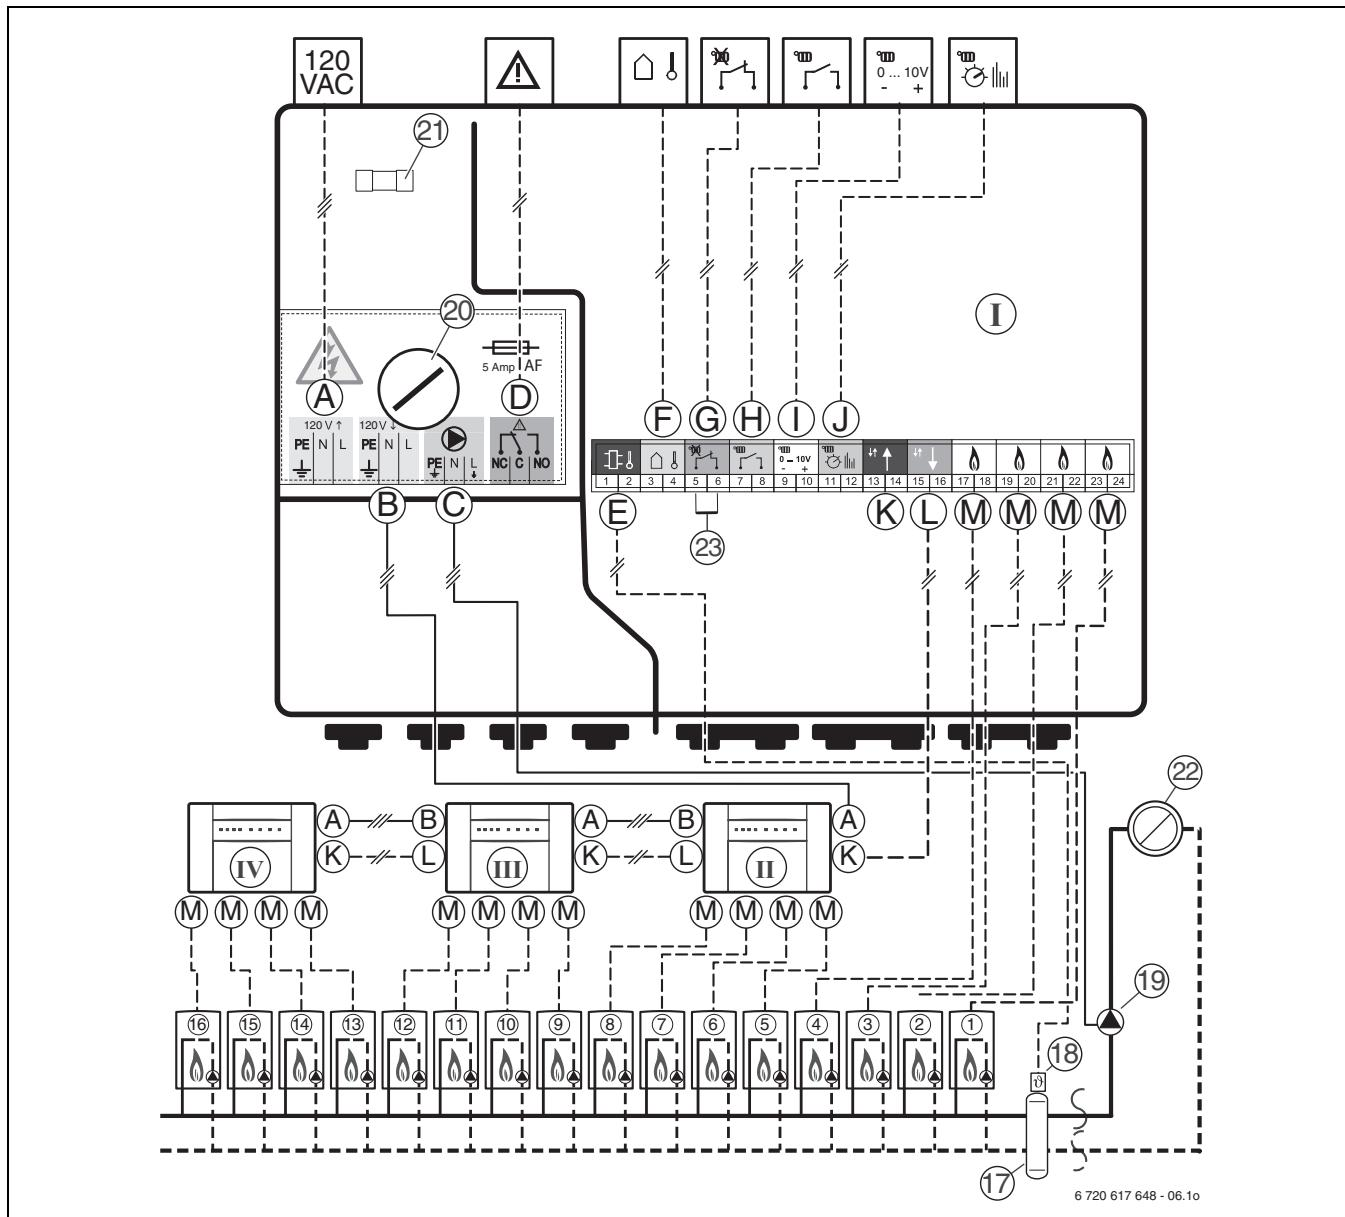

Fig. 6 Schéma de connexion
1) → fig. 6, page 29
Les modules ICM pilotent les chaudières en fonction des besoins calorifiques calculés par un thermostat. La demande de chaleur est communiquée à l'ICM de 4 manières différentes (→ fig. 6, bornes H, I ou J, page 29). Il existe 4 variantes de système possibles selon le thermostat utilisé (→ tabl. 6).
maximum (→ fig. 6, page 29). Un module ICM commande alors la cascade (ICM maître).
Le module ICM est équipé d'un contact de commutation externe (→ fig. 6, [G]). Pour les valeurs de référence de l'interrupteur (→ tabl. 3, page 23).
Cette variante présente un avantage : la possibilité de communication des modules pour la commande des circuits de chauffage avec le module ICM (→ fig. 6, page 29). Ce système garantit l'adaptation optimale de la quantité de chaleur produite par tous les circuits de l'installation de chauffage aux besoins réels. Grâce à cette variante du système, l'installation de chauffage assure un confort optimal pour une économie d'énergie maximale.
Les autres modules (→ fig. 6, [21], page 29) doivent être raccordés au BUS du thermostat.
- Respecter impérativement les schémas de connexion lors du câblage (→ fig. 6, page 29).
Un témoin lumineux de panne peut p. ex. être branché sur un contact de dysfonctionnement libre de potentiel (→ fig. 6, bornes D, page 29). L'état du contact de dysfonctionnement est également indiqué via une LED sur le ICM (→ tabl. 9, page 35).
En collaboration avec Hydronice 3, toujours connecter la sonde de température extérieure au module ICM (→ fig 6, page 29) et non à la chaudière.
La sonde départ commune doit être raccordée au WM10 (→ Notice d'installation WM10) avec la variante de système 1, et au ICM, borne E avec les variantes de système 2, 3, 4 et 5 (→ fig. 6, [18], page 29).